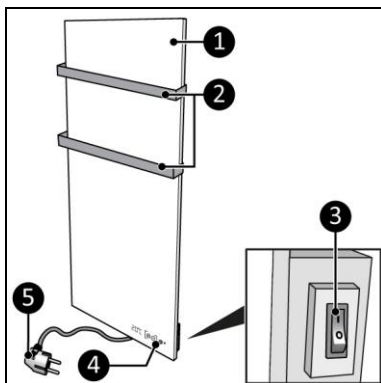
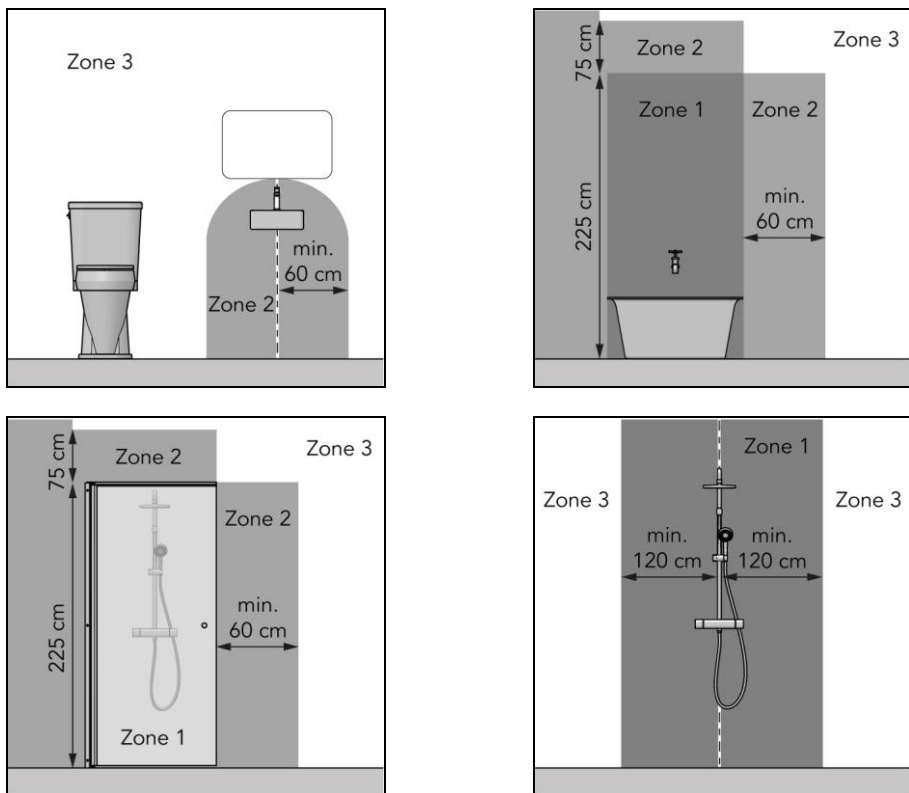

Figura 3
Figura 5
Sani Wi-Fi (Figura 3) este un încălzitor electric pentru baie, ușor de utilizat în zona 3 a băii (Figura 5). Sani Wi-Fi poate fi utilizat cu aplicația Eurom Smart.
- în zona a 3-a a unui grup sanitar sau a unei băi cu cadă, duș cu paravan și duș fără paravan (Figura 5);